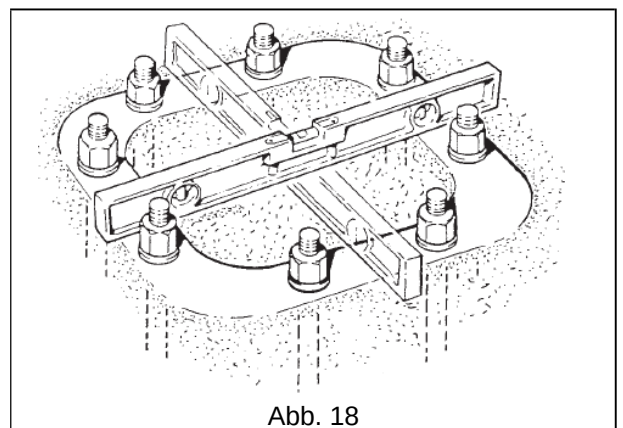

Abb. 18
- Den Fundamentrahmen möglichst mit einer Wasserwaage nivellieren, den Sockel auffüllen und die Oberfläche glätten (Abb. 18).